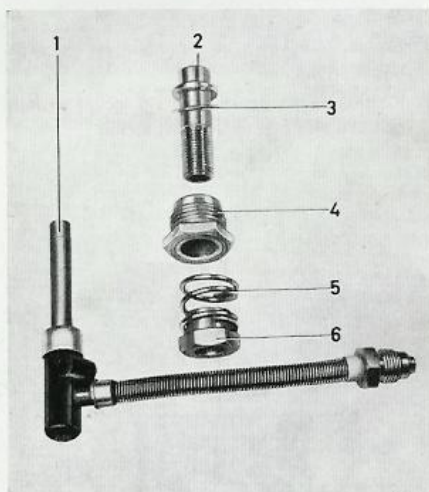

Bild 28. Munstycke, isärtaget.
3. Lossa skruvarna som håller hävarmarna för choke- och snabbtomgångsreglage, dra av dessa och ta bort munstycket. Demontera justermutter och låsmutter samt munstyckshylsa. Se bild 28.
3. Sätt i munstyckshylsa och låsmutter, se bild 28. Skjut in munstycket och centrera det. Se "Centrering av munstycke".
4. Montera fjädern för justermutter och munstycke. Se bild 28.
Placera förgasaren med 4-hålsflänsen nedåt. Skruva upp munstyckets justermutter så att munstyckets övre ände når upp över bryggan. Lossa låsmuttern (4, bild 28) och tryck vakuumpolven mot bryggan samt för den fram och åter några gånger. Dra försiktigt åt låsmuttern och kontrollera centreringen genom att lyfta kolven 5–6 mm (1/4") från bryggan och så släppa den. Kolven skall då med ett markant ljud slå mot bryggan (munstycket).